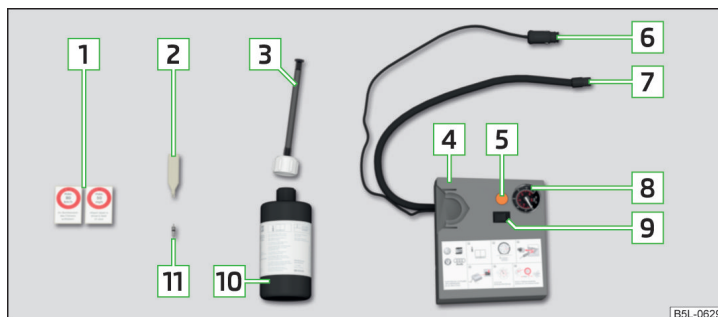

Fig. 170 Descrierea setului de pană
- Montați cheia de ventile **[2]** » fig. 170 la pagina 148 pe ventil, astfel încât ventilul să intre în fanta cheii de ventile.
- Scuturați de câteva ori bine recipientul **[10]** » fig. 170 la pagina 148.
- Înșurubați bine furtunul de umplere **[7]** » fig. 170 la pagina 148 pe ventil.
- Lipiți autocolantul corespunzător **[1]** » fig. 170 la pagina 148 pe planșa de bord, în câmpul vizual al șoferului.